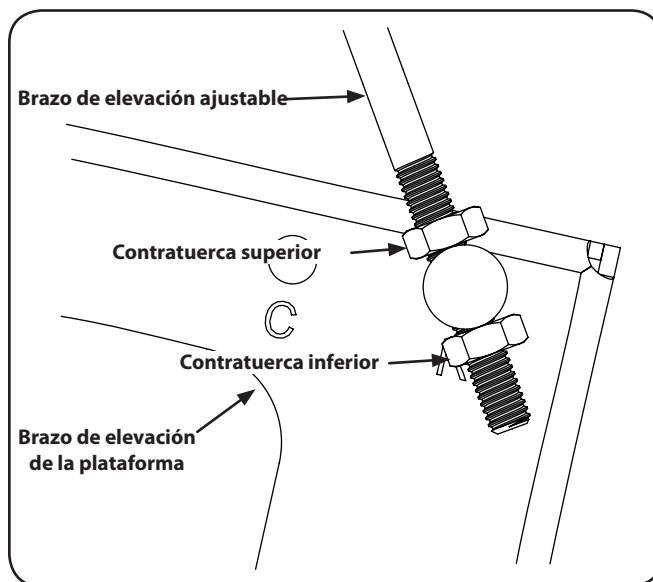

Figura 6-6
3. Afloje la contratuerca inferior del brazo de elevación ajustable que está conectado al brazo de elevación de la plataforma a fin de bajar la plataforma y ajuste la contratuerca superior para sujetar la plataforma en su lugar, afloje la contratuerca superior, luego ajuste la contratuerca inferior para sujetar la plataforma en su lugar. Vea la Figura 6-6.